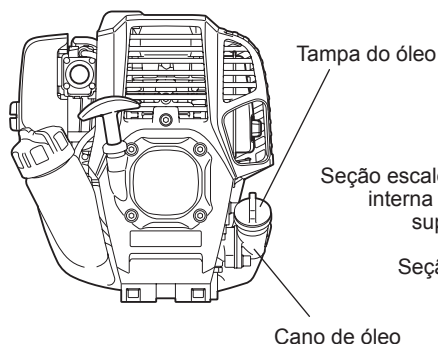

Fig. 1
- Ajuste o nível do motor, remova a tampa do óleo (Fig. 1) e verifique se há ou não óleo na faixa entre as marcações do limite superior e do limite inferior do cano de óleo (Fig. 2).